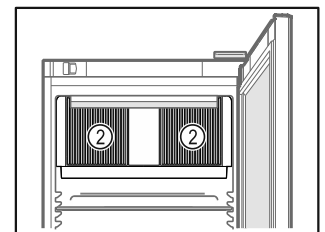

Fig. 40
- Udržiavajte voľné vetracie štrbiny *Fig. 40 (2)* cirkulačného ventilátora vo vnútornom priestore.